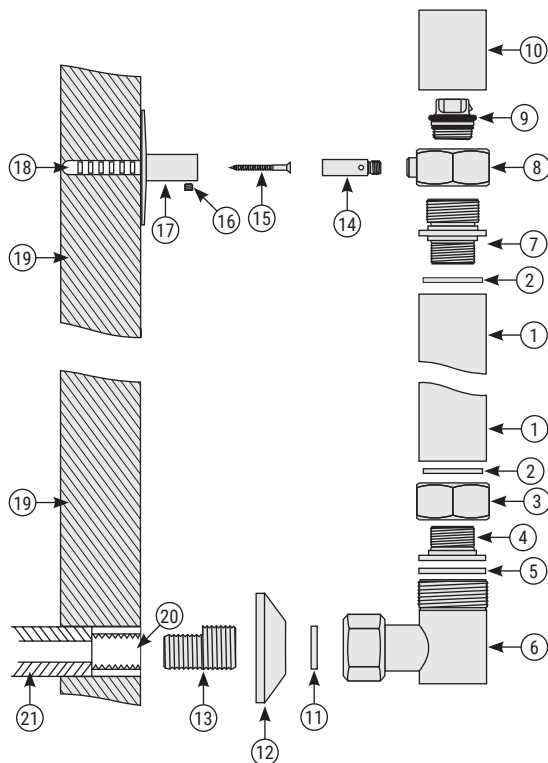

Рис.1
5.1. Сборку и установку изделия производить согласно схеме (рис. 1).
5.2. Для герметизации резьбовых соединений производитель комплектует изделие прокладками собственного изготовления (п. 3.9, п. 3.10, п. 3.11 и рис. 1).
5.3. Со стороны резьбы эксцентрика G 1/2" (рис.1 «13») использовать материалы для герметизации резьбовых соединений.